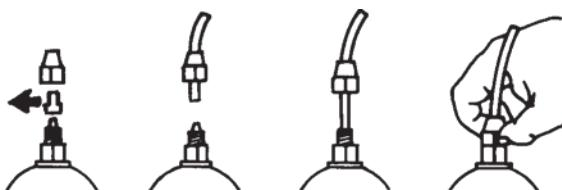

Fig. 7
E) Sfilare le due capsule di protezione dai raccordi, inserire fino in fondo i tubetti sui relativi attacchi conici e bloccarli con le apposite ghiere di fissaggio (Fig. 7).